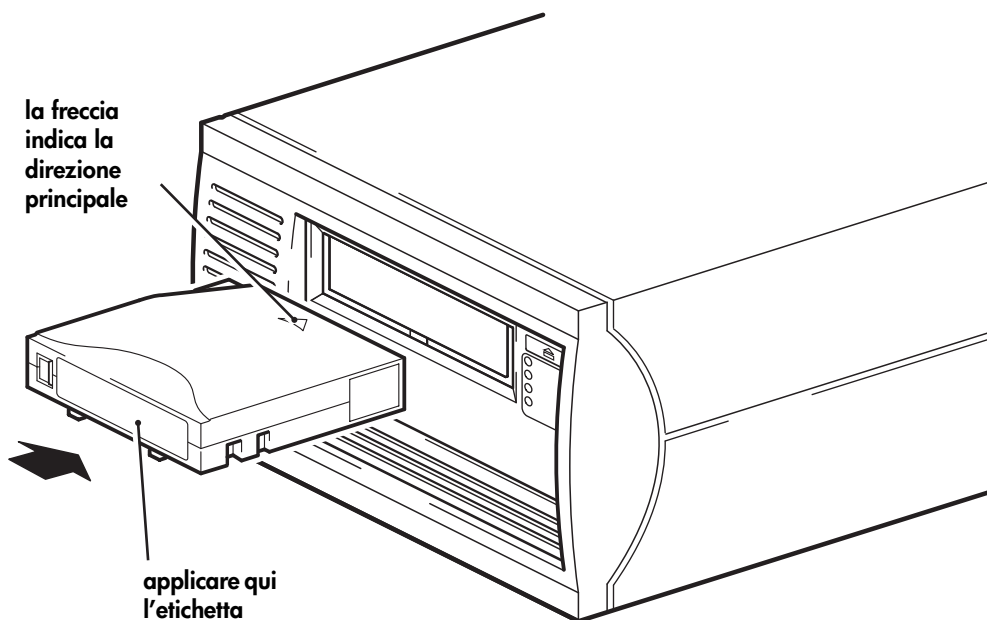

Figura 7a: caricamento di una cartuccia
- 1 Inserire la cartuccia nello slot situato nella parte anteriore dell'unità facendo attenzione che la freccia bianca si trovi nella parte superiore e rivolta verso lo sportello dell'unità. Esercitare una lieve pressione fino a che l'unità non aggancia e carica la cartuccia (vedere la Figura 7a).